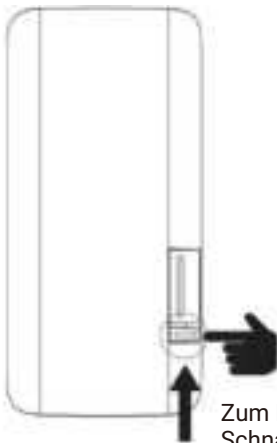
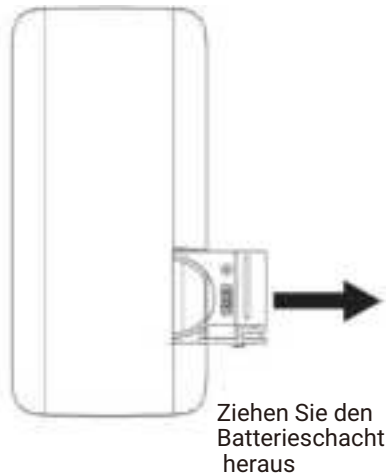

Abb.1
Abb.2
2. Wenn die Batterie der Fernbedienung ausgetauscht werden muss, drücken Sie die Verriegelung und den Anschlag wie in Abbildung 1 gezeigt und öffnen Sie dann das Batteriefach wie in Abbildung 2 gezeigt, um die Batterie auszutauschen. Es wird eine CR2025-Batterie empfohlen.
Beugen Sie die Knie leicht, beugen Sie den Körper langsam nach vorne, entspannen Sie den Rücken und die Schultern und versuchen Sie, mit den Händen die Zehen zu berühren. Halten Sie die Position 10– 15 Sekunden und entspannen Sie sich dann. Wiederholen Sie die Übung dreimal (siehe Abbildung 1).
Setzen Sie sich mit einem gestreckten Bein hin. Ziehen Sie das andere Bein so an, dass es eng an der Innenseite des gestreckten Beins anliegt. Versuchen Sie, mit der Zehe Ihrer Hand Ihre Füße zu berühren. Halten Sie die Position 10– 15 Sekunden und entspannen Sie sich dann. Wiederholen Sie die Übung dreimal für jedes Bein (siehe Abbildung 2).